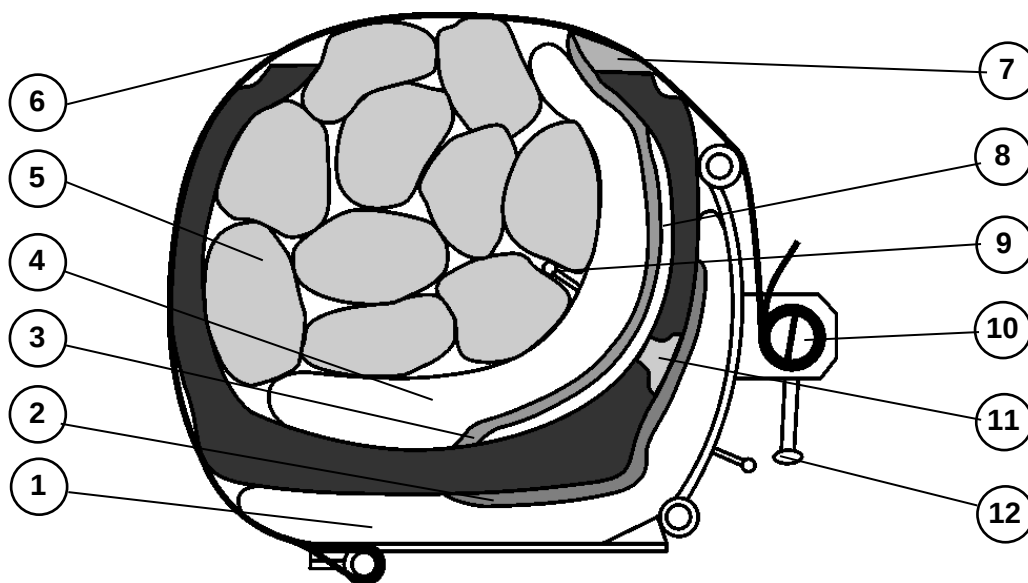

Рис. 2
- ⓘ Установить наружную пневмоподушку в положение, соответствующее месту ремонта (см. схемы вулканизации, рис. 2).